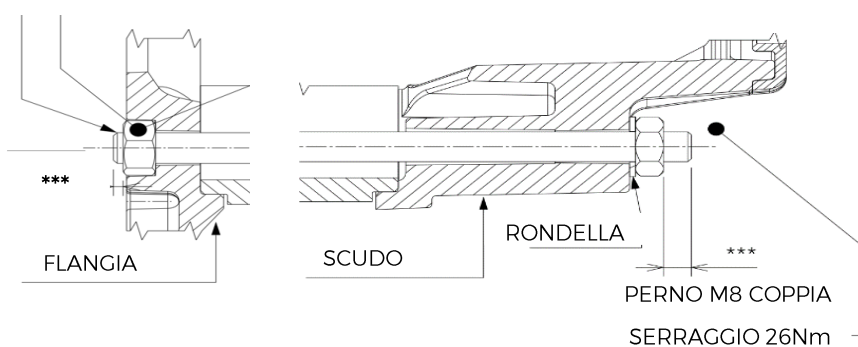

Figura 6-6
10. Verificare la sporgenza finale *** del tirante dal lato flangiatura SAE, deve essere da 1,5 a 3mm, come riportato in figura 6-6.